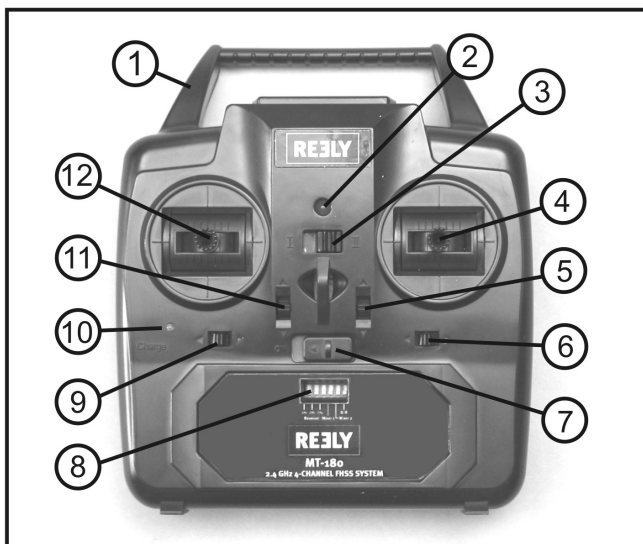

Figure 1
Le commutateur de mode (voir également figure 1, n° 3) permet d'exploiter la télécommande en mode 1 ou en mode 2. Le commutateur en position à gauche active le mode 1. Le commutateur en position à droite active le mode 2.
C'est pourquoi il est nécessaire de mettre d'abord le levier de commande de la fonction du moteur en position médiane avant d'actionner le commutateur de mode (figure 1, n° 3). Ni l'émetteur, ni le modèle réduit ne doivent être en service pendant la commutation de Mode afin que le moteur d'entraînement du modèle réduit ne démarre pas de manière intempestive.
Après avoir inséré des piles neuves dans l'émetteur, allumez l'émetteur pour le tester en appuyant sur l'interrupteur de fonctionnement (voir figure 1, n° 7). Pour ce faire, faites coulisser l'interrupteur de fonctionnement de la droite « OFF » vers la gauche « ON ».
Afin de confirmer que l'alimentation électrique est correcte, le voyant de fonctionnement rouge (voir figure 1, n° 2) s'allume et l'émetteur émet une tonalité brève.
Même si le dispositif électronique de réception à l'intérieur du modèle réduit est équipé d'un circuit de protection intégré visant à éviter un démarrage accidentel du moteur d'entraînement, vous devez vous assurer que le levier de commande pour la fonction du moteur (voir figure 1, n° 4 ou 12) se trouve bien en position « Arrêt moteur » avant chaque mise en service de l'émetteur. Pour ce fait, le levier de commande doit être poussé complètement vers le bas ou être rapproché tout près du corps.
Une fois la batterie bien insérée dans le compartiment de recharge et le contact établi entre le connecteur enfichable de la batterie (4) et le compartiment de recharge, le voyant de charge (voir figure 1, n° 10) s'allume et signale ainsi que le cycle de charge se déroule correctement.